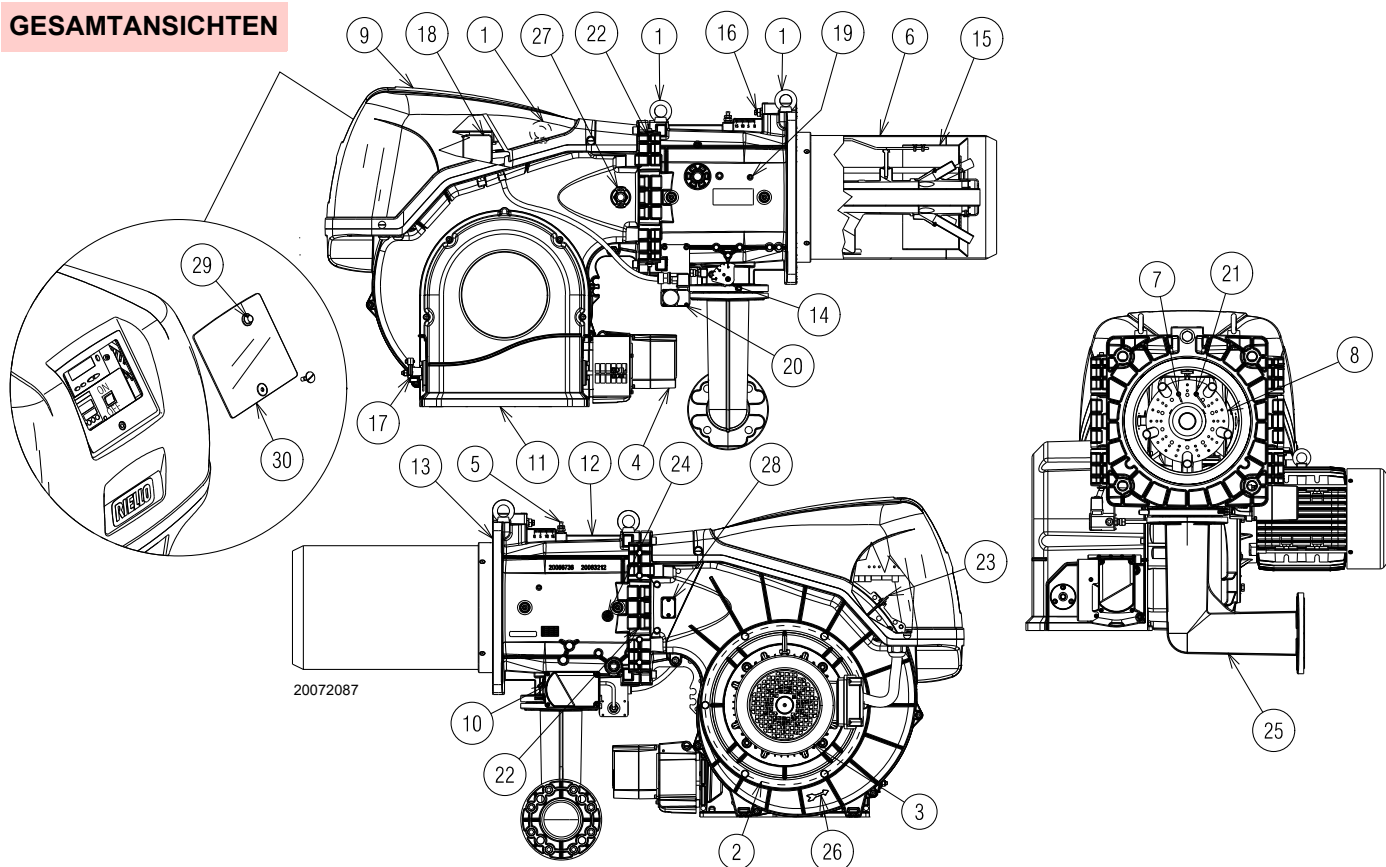

Abb. 5
- (1) Referenzbedingungen: Raumtemperatur 20°C - Gastemperatur 15°C - Barometrischer Druck 1013 mbar - Höhe 0 m ü.d.M.
(2) Druck am Anschluss des Druckwächters 5)(Abb. 5) bei Druck Null in der Brennkammer und bei Höchstleistung des Brenners.
(3) Schalldruck gemessen im Verbrennungslabor des Herstellers bei laufendem Brenner am Prüfkessel, bei Höchstleistung. Die Schalleistung wird mit der von der Norm EN 15036 vorgesehenen "Free Field" Methode und mit einer Messgenauigkeit "Accuracy: Category 3", wie von der Norm EN ISO 3746 vorgesehen, gemessen.